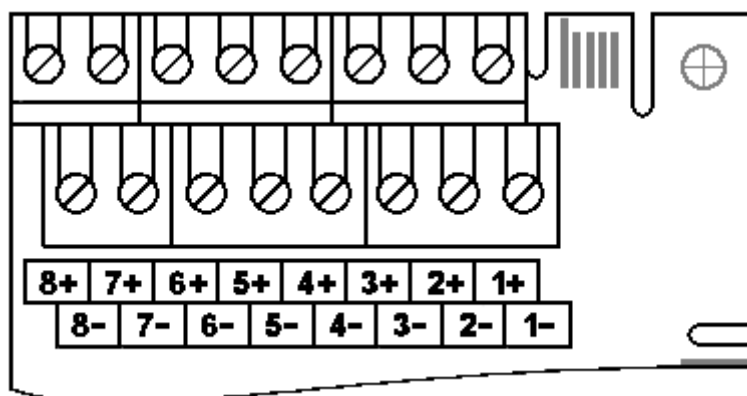

Рисунок 11.1. Расположение клемм на плате дискретных входов.
- подключите кабели к клеммным блокам, расположенным на плате Din8 (см. Рисунок 11.1), при необходимости соблюдая полярность;